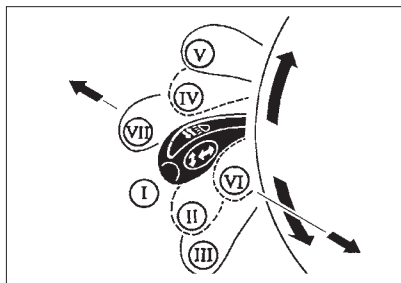

Рис. 48. Переключатель световой сигнализации
**I (рис. 48) – нейтральное положение.** Включен ближний свет фар, если переключателем наружного освещения включен свет фар.